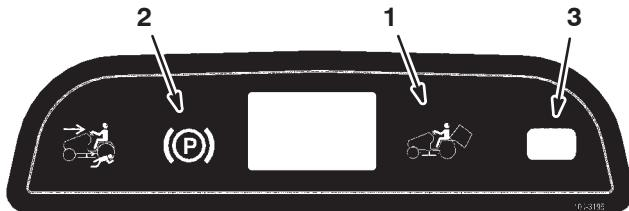

Figura 5
**Nota:** La spia del comando delle lame (PTO), sulla plancia si accende quando innestate le lame (PDF), come illustrato nella Figura 5.